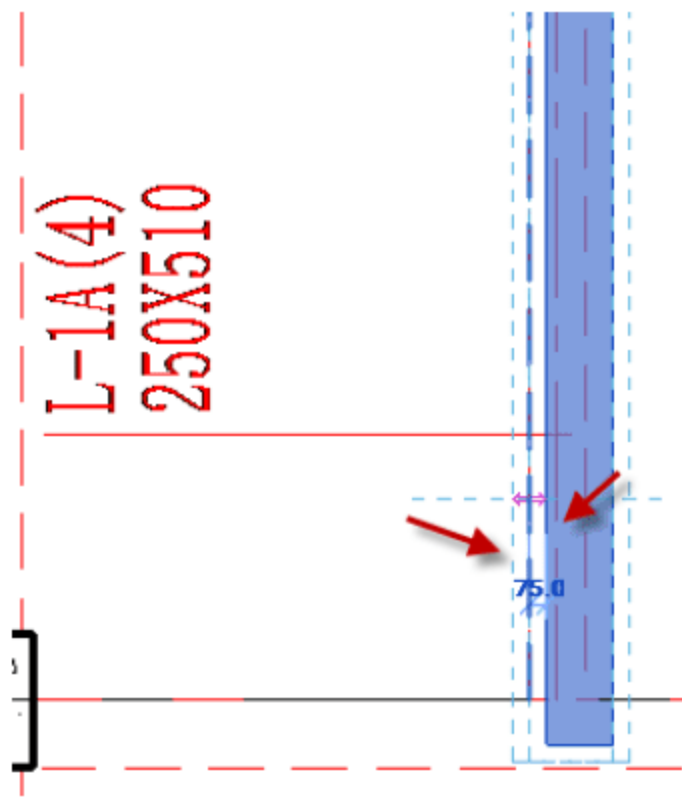

图 4.2.79 调整矩形梁的位置
(4) 调整矩形梁 L-1A 的位置，选中矩形梁 L-1A，按快捷键 M+V，移动矩形梁的位置，使其与梁线对齐，如图 4.2.79 所示。